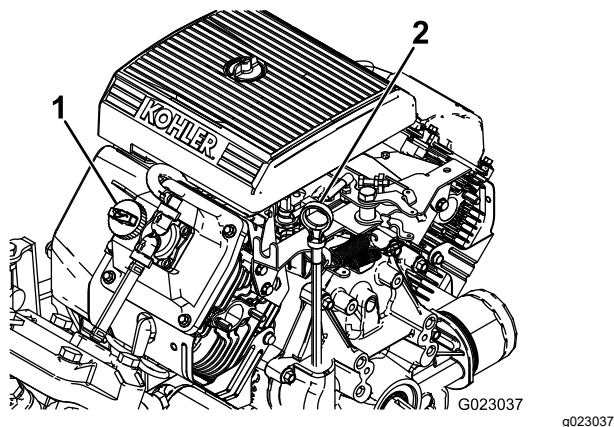

図 10
2. ディップスティックを抜ききれいなウェスで一度拭く【図 10】。
4. 油量が少なければバルブカバー【図 10】の上についている補給口を開け、ディップスティックの FULL マークまでオイルを補給するオイルの種類や粘度の選択については エンジンオイルについて \(ページ 43\) を参照